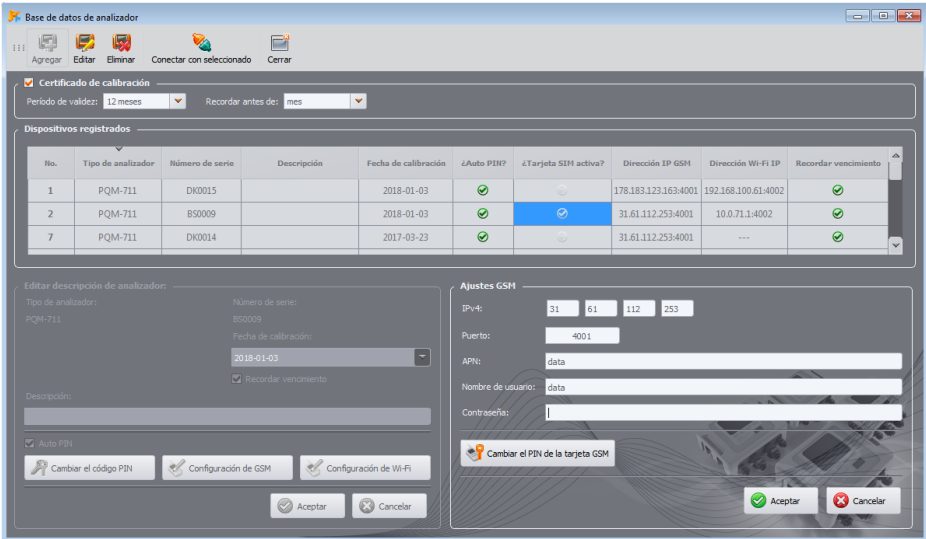

Fig. 41. Introducción de los ajustes GSM a la base de analizadores.
- Aparecerá el mensaje "*Analizador no conectado*" y al mismo tiempo se mostrará el panel de ajustes GSM en modo offline, lo que permite introducir la dirección IP del analizador (Fig. 41).